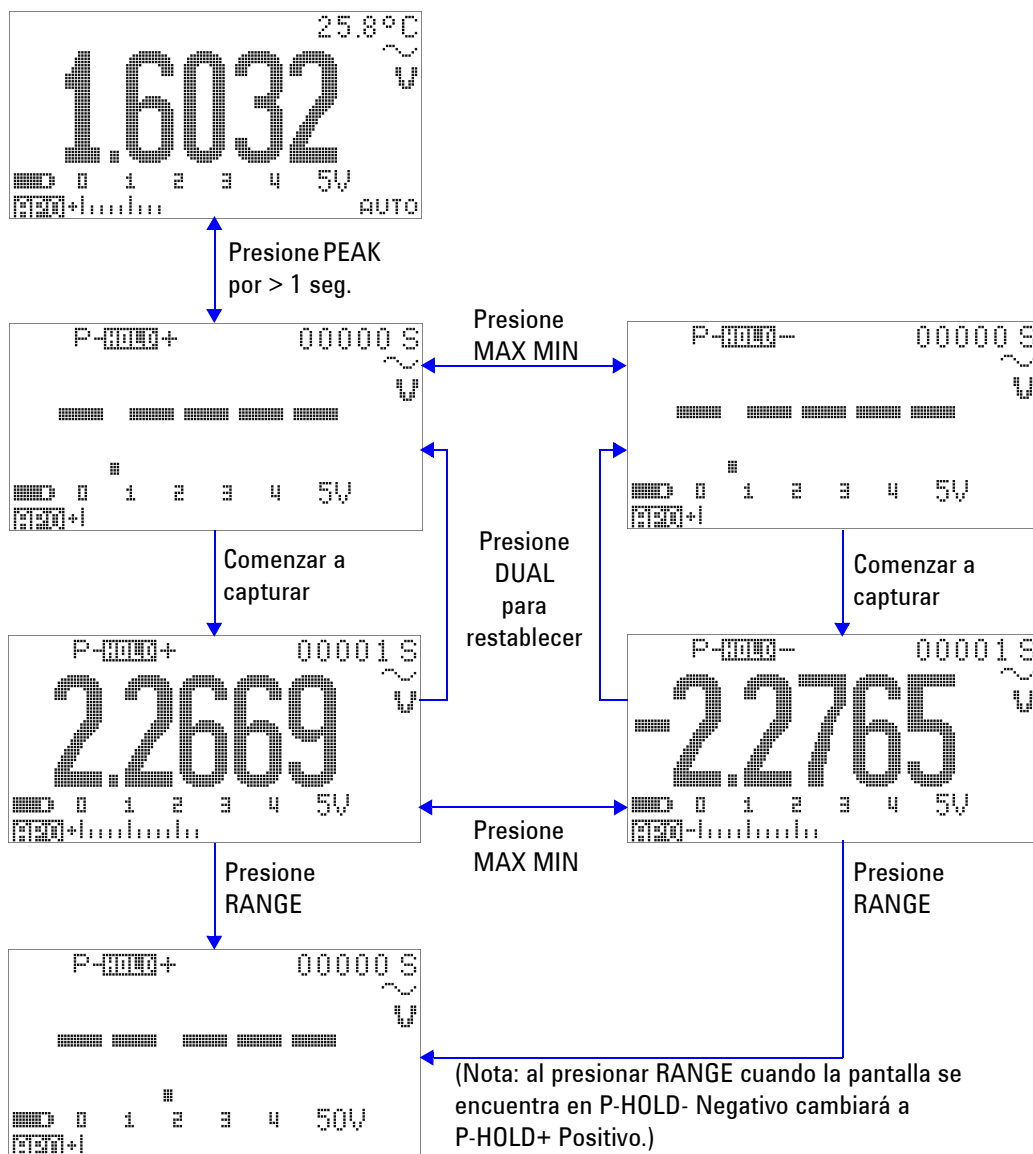

Figura 3-7 Operación del modo Retención de picos de 1 ms
- 4 En el ejemplo de medición que se muestra en la Figura 3-7 en la página 68, el factor de cresta será $2,2669/1,6032 = 1,414$.